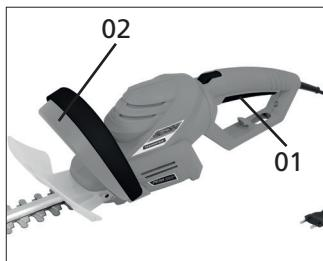

Fig. 09
**Ligar:** Pressione e segure o interruptor traseiro 1 (Fig. 09), e acione o interruptor dianteiro 2 (Fig. 09).